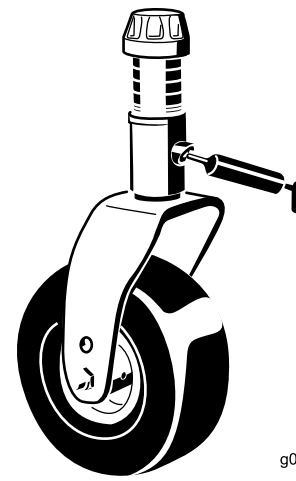

Figura 69
- Casquillos del eje de la horquilla de la rueda giratoria (2) (Figura 69)